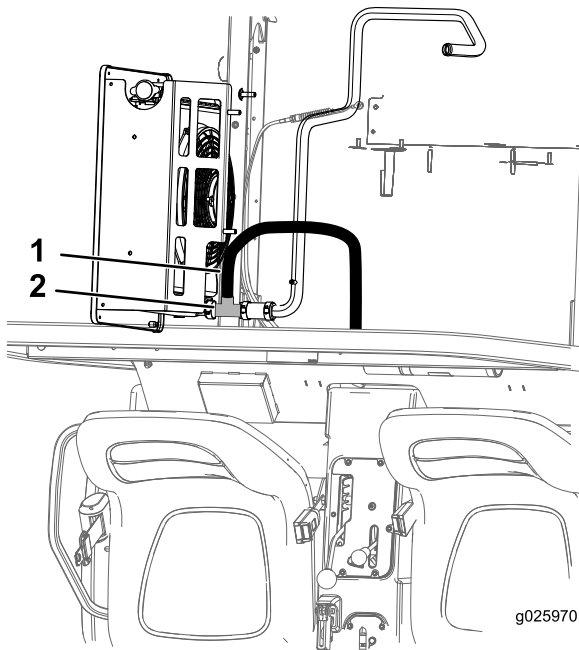

図 10
4. 下側ラジエターホースを切断し、この切断した部分に字フィッティングを入れ、幅広のホースクランプ2個で固定する図 10。